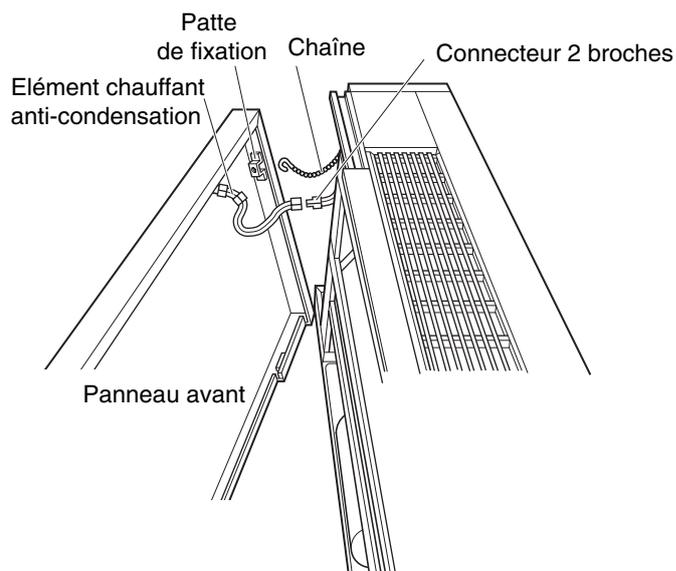

Fig. 3-109
- (4) Retirez la chaîne qui retient le panneau avant de l'unité en la décrochant de la fixation du panneau. (Fig. 3-109)